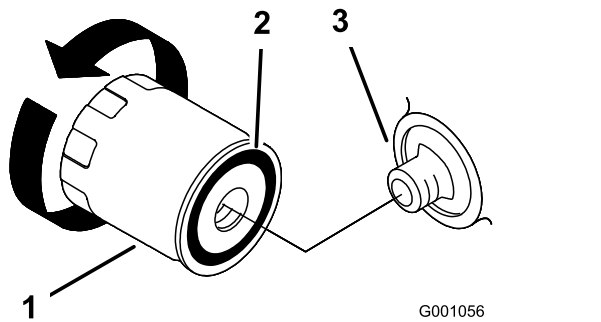

Figura 24
- Retire el filtro usado y limpie con un trapo la superficie de contacto de la junta (Figura 24).
- Aplique una capa fina de aceite nuevo a la junta de goma del filtro nuevo (Figura 24).
- Instale el filtro de repuesto en el adaptador de filtro; gire el filtro en el sentido de las agujas del reloj hasta que la junta de goma entre en contacto con el adaptador del filtro, luego apriete el filtro de 2/3 a 1 vuelta más (Figura 24).